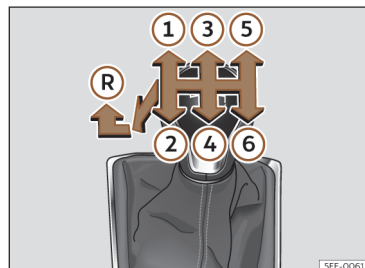

Fig. 115 Esquema de uma caixa de velocidades manual de 6 velocidades.
Na alavanca das velocidades indicam-se as posições das velocidades >>> **Fig. 115**.
- Com a alavanca das mudanças em ponto morto, pressione-a para baixo, mova-a para a esquerda até ao fim e depois para a frente para seleccionar a marcha-atrás >>> **Fig. 115** .